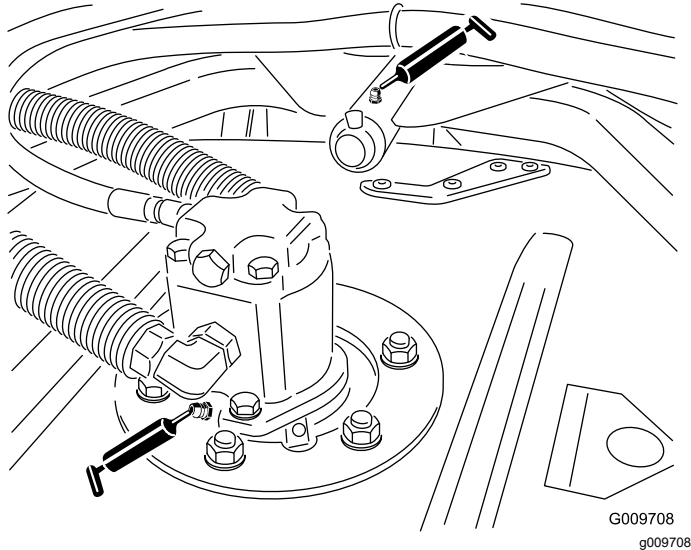

Bild 79
- Spindelwellenlager des Mähwerks (2 pro Mähwerk), wie in Bild 79 abgebildet
- Trägerarmbüchsen des Mähwerks (1 pro Mähwerk), wie in Bild 79 abgebildet